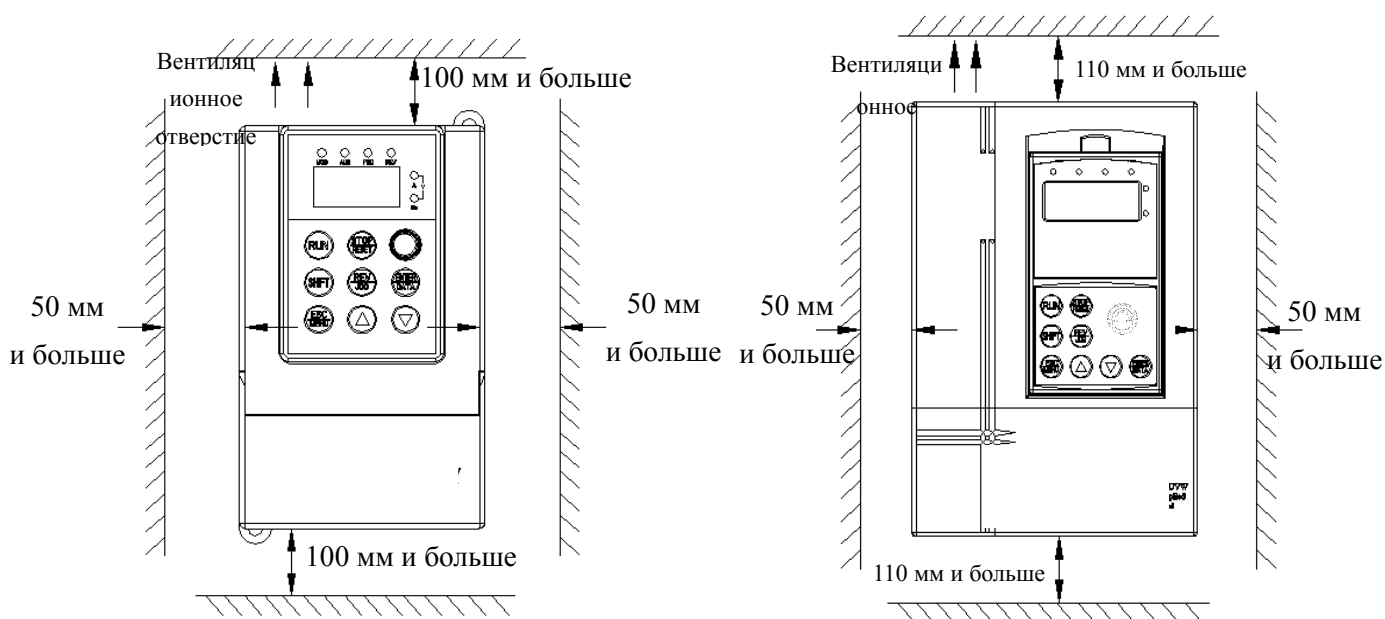

Рис. 3-1 Монтаж
- (1) Рекомендуется устанавливать инвертор вертикально. При горизонтальной установке снижается эффективность отвода тепла.
- (2) Минимальные требования к месту и измерениям при монтаже указаны на Рис.3-1.